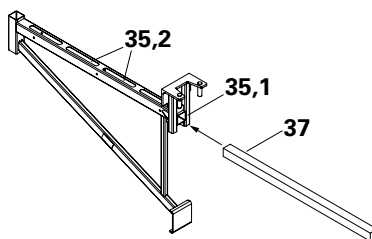

Fig. A7.03
1. Montare l'inserto in legno (37) (misura 3,8 x 3,8 cm) nel tubo della mensola (35.1). (Fig. A7.03)
2. Inchiodare l'inserto in legno lateralmente per fissarlo con la mensola HSA 80. → Lunghezza inserto in legno (37) = 88 cm. → L'inserto in legno (37) non è compreso nella mensola HSA 80 (35).
3. Inserire il montante parapetto HSGP-2 (36) nel tubo di supporto (35.3) sulla mensola HSA 80 (35).